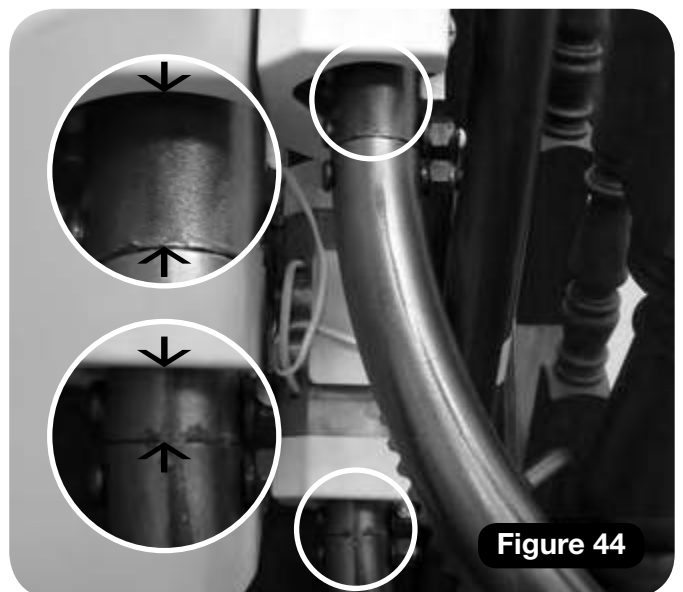

Figure 44
**Remarque :** risque de dommages permanents en cas de mise en service du bloc d'alimentation sans s'être préalablement assuré que les tourillons supérieur et inférieur sont bien enclenchés. La **figure 44** illustre le mauvais enclenchement du bloc d'alimentation.